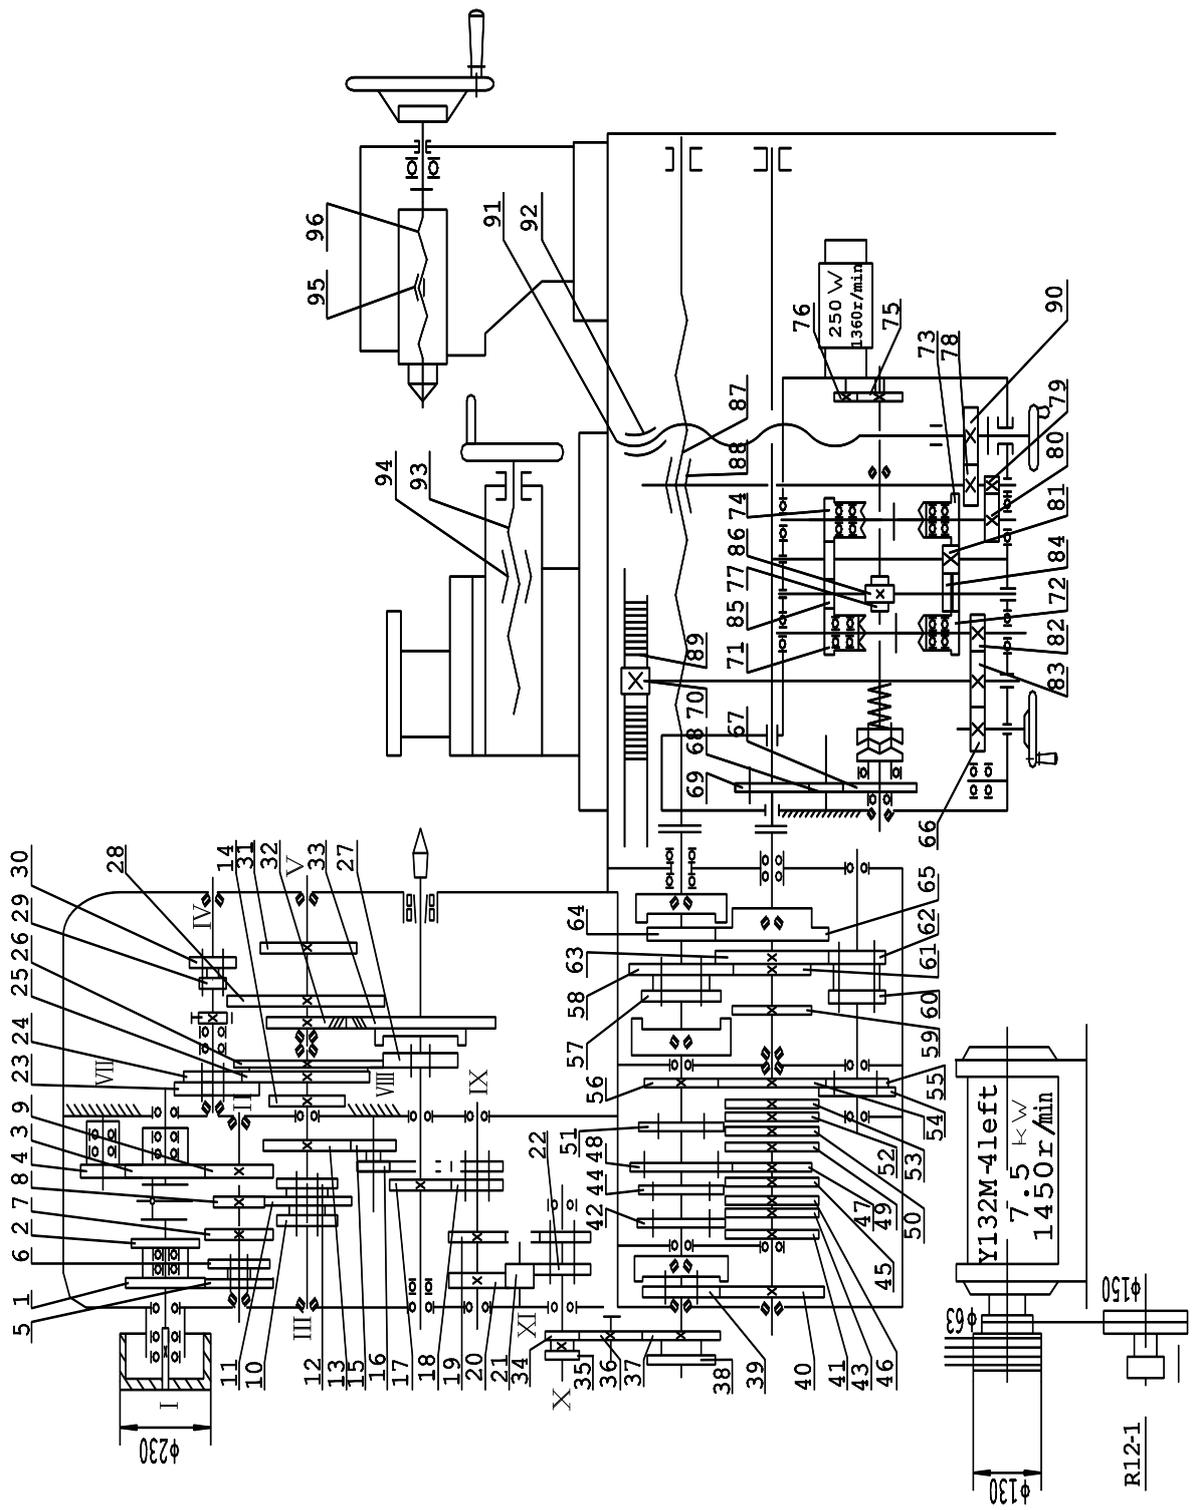
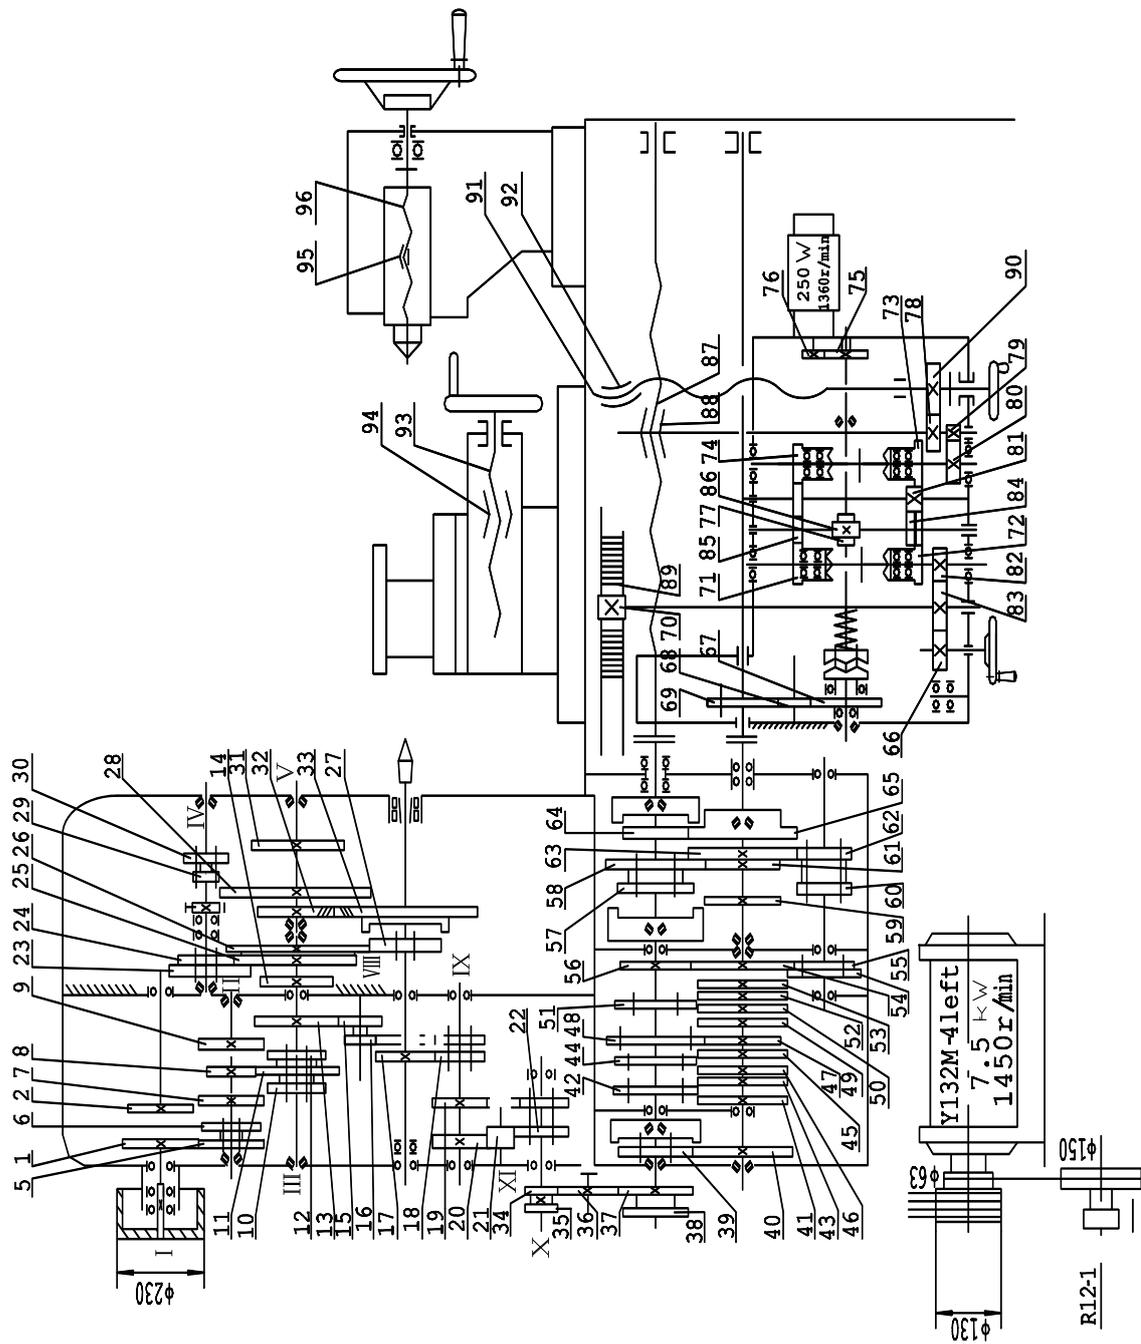

Рис. 5 Схема приводной системы станка с ручным тормозом
Рис. 6 Схема приводной системы станка с педальным тормозом
Заготовка устанавливается в зажимной патрон или между двух станочных центров и вращается двигателем посредством приводного механизма (Рис. 5, Рис. 6 Система привода станка).
- 1) Посредством коробки подач, ходового винта и механизма фартука. В этом случае малое зубчатое колесо 70 (Рис. 5, Рис. 6) зацепляется с зубчатым механизмом для вращения каретки суппорта.
После переключения рычага 3 (Рис.7 и Рис.8) на передней бабке станка для перемещения зубчатого колеса 18 (Рис. 5 и Рис. 6) для зацепления его с зубчатым колесом 16, продольная или поперечная подачи и шаги изменяются следующим образом:
Переключите рычаг 5 (см. Рис.7) на передней бабке станка для перемещения зубчатого колеса 22 (см. Рис.5 и Рис. 6) для изменения направления вращения ходового винта. Таким образом можно нарезать левую резьбу. В случае необходимости нарезать специальную нестандартную резьбу, поменяйте набор зубчатых колес и установите рычаг 5 в положение V, а рычаг 6 в положение D.